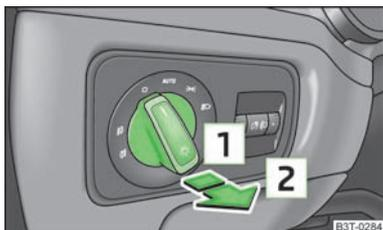

Fig. 34
- Ruotare dapprima l'interruttore in posizione oppure » fig. 34.